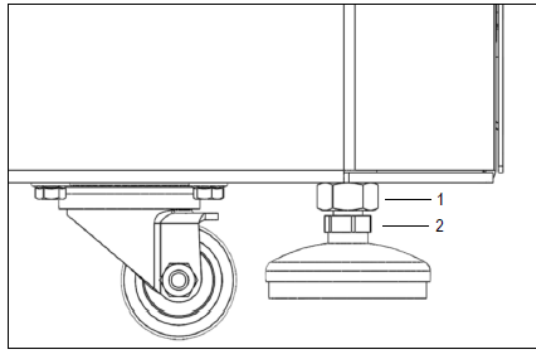

Abbildung 3
- Nur FC5917RF und FC5917RF Short: Die Zentrifuge an den vorgesehenen Platz stellen. Schrauben Sie die Kontermutter (1) mit einem Gabelschlüssel AF M16 ab (siehe **Abbildung 3**). Drehen Sie die Gerätefüße (2) mit einem Maulschlüssel AF M13 nach unten, bis sie fest auf dem Boden stehen. Nun muss die Zentrifuge mit Hilfe der vier Gerätefüße waagerecht ausgerichtet werden. Montieren Sie dazu den zugehörigen Rotor auf die Motorwelle und legen Sie eine Wasserwaage darauf. Nachdem Sie die Gerätefüße nivelliert haben, ziehen Sie die Kontermutter fest. Die Rollen sollten den Boden nicht mehr berühren.